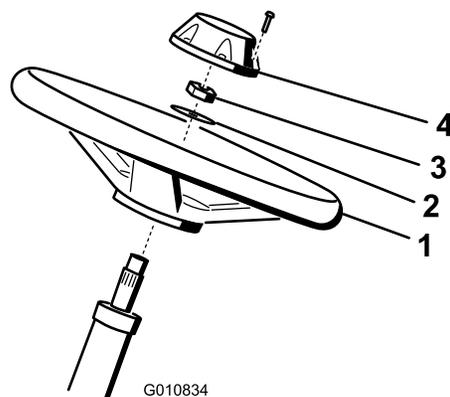

図 4
1. ハンドルをステアリング シャフトにはめ込む (図 4)。
2. ワッシャをステアリング・シャフトにはめ込む (図 4)。
3. ジャムナットでハンドルを固定し、2.8~3.6 kg.mにトルク締めする (図 4)。
(図 4)。